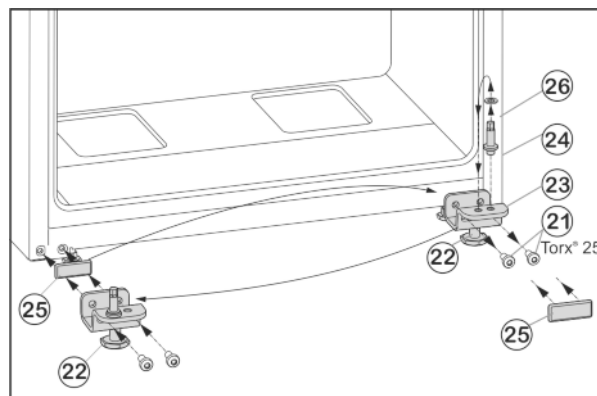

Fig. 7
- ▶ Odkręcić śruby mocujące Fig. 7 (21).
- ▶ Usunąć dolną płytkę zawiasu Fig. 7 (23), wraz z trzpieniem zawiasu Fig. 7 (24), podkładką Fig. 7 (26) i nóżką Fig. 7 (22).
- ▶ Odkręcić cały trzpień zawiasu Fig. 7 (24) z podkładką Fig. 7 (26), przełożyć do przeciwnego otworu mocującego płytki zawiasu i tam dokręcić.
- ▶ Ostrożnie zdjąć płytkę osłaniającą Fig. 7 (25) i przełożyć na przeciwną stronę.
- ▶ Całą dolną płytkę zawiasu Fig. 7 (23) wraz z trzpieniem zawiasu Fig. 7 (24), podkładką Fig. 7 (26) i nóżką Fig. 7 (22) ponownie przykręcić po nowej stronie zawiasu, ew. przy użyciu wkrętarki akumulatorowej (z siłą 4 Nm).
- ▶ Założyć dolne drzwi od góry na sworzeń zawiasu Fig. 7 (24).
- ▶ Wykręcić nóżkę Fig. 7 (22) przy dolnej płytce zawiasu Fig. 7 (23), aż będzie przylegać do podłoża.